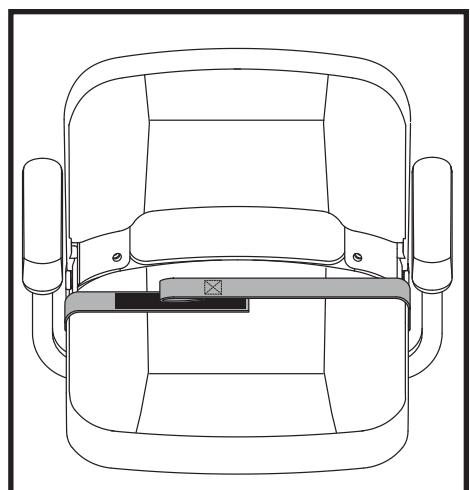

Abb. 30. Rückhaltegurte - Rückhaltegurt mit Klettverschluss
1. Führen Sie die beiden Enden des Gurts zusammen, so dass die eine Seite des Klettverschlusses, an der sich die Schlaufen befinden, direkt über der raueren Seite mit den Widerhaken liegt. Zum Sichern fest zusammendrücken. Siehe Abb. 30.
Sie können Ihr Elektromobil in sieben Baugruppen zerlegen: den Sitz, das Stauraum unter dem Sitz, das Heckteil, das Vorderteil, den Korb, das Batteripack, und die Heckteilabdeckung, (Nur Modelle 83 und 84). **Siehe Abb. 30.** Für den Zusammenbau oder die Demontage sind keine Werkzeuge notwendig, aber denken Sie daran, dass die auseinander gebauten Baugruppen mehr Platz auf dem Fußboden benötigen, als im zusammengebauten Zustand. Demontieren oder montieren Sie Ihr Elektromobil nur auf einer ebenen, trockenen Unterlage mit genügend Raum für die Arbeit mit ungefähr 1,5 meters (5 feet) Freiraum, um das Elektromobil herum in alle Richtungen. Vergessen Sie nicht, dass einige Baugruppen schwer sind und Sie Hilfe benötigen könnten, wenn Sie sie anheben.